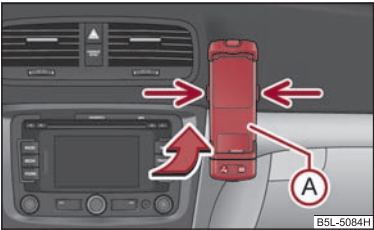

Fig. 127 Preparación universal para el teléfono
- Introducir primero el adaptador (A) en el soporte en sentido de la flecha ⇒ fig. 127 hasta el tope. Presionar ligeramente el adaptador hacia abajo hasta que se enclave de modo seguro.
- Montar el teléfono en el adaptador (A) (según las instrucciones del fabricante).
- Presionar al mismo tiempo los enclavamientos laterales del soporte y sacar el teléfono con adaptador ⇒ fig. 127.